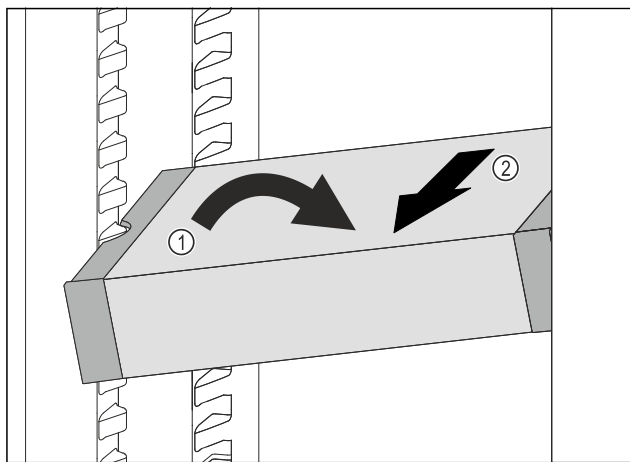

Fig. 136
- 在冷藏区中倾斜 VarioSafe。Fig. 136 (1)
- 向前取出 VarioSafe。Fig. 136 (2)